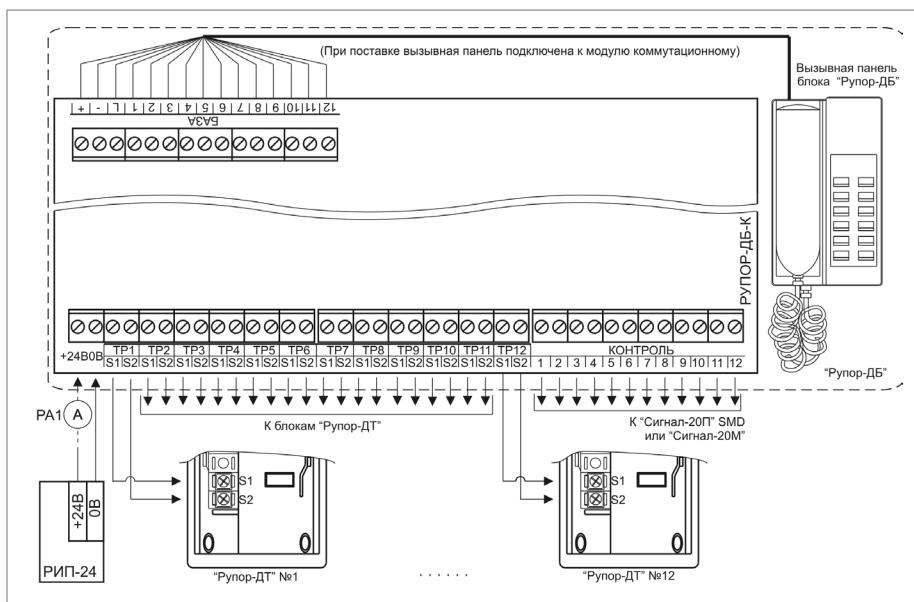

Рисунок 6. Схема внешних соединений комплекса «Рупор-Диспетчер»
- Подключите приборы комплекса «Рупор-Диспетчер» в соответствии с проектной документацией и схемой на рис. 6.